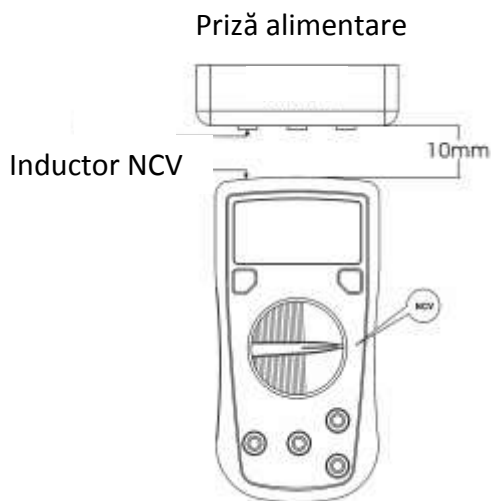

Fig. 9
I. Funcția NCV – detectare fără contact a prezenței tensiunii (doar la UT136D, vezi fig. 9)